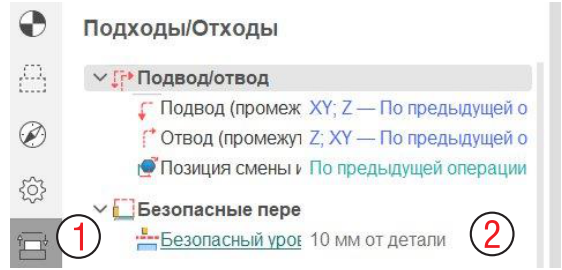

Рис. 3-8. Рабочее задание для обработки паза и кармана.
Переходы между рабочими ходами осуществляются на высоте безопасности. Ее значение можно увидеть на вкладке Подходы/Отходы (1 на рис. 3-8), параметр Безопасный уровень (2). В нашем случае задано 10 мм от детали.